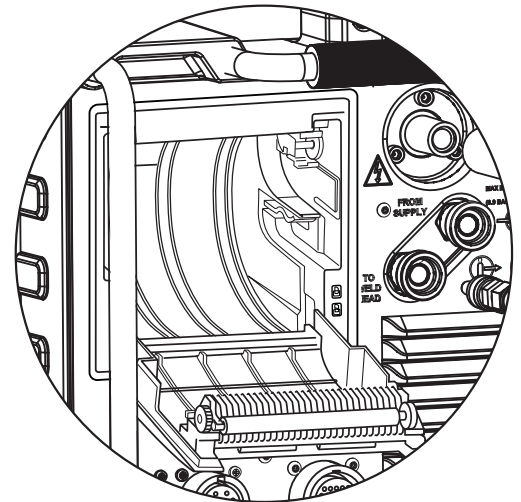

図 51 — ロール型プリンター用紙を取り除く
2. 古いロール型プリンター用紙を取り除きます（図 51）。